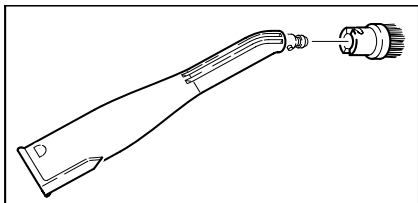

Abbildung 5
- Die Punktstrahldüse (D1) kann auch mit der Rundbürste (D2) verwendet werden (siehe Abbildung 5). Dazu die beiden Aussparungen des Aufsatzes auf die Arretierungen der Punktstrahldüse stecken und im Uhrzeigersinn bis zum Anschlag drehen.